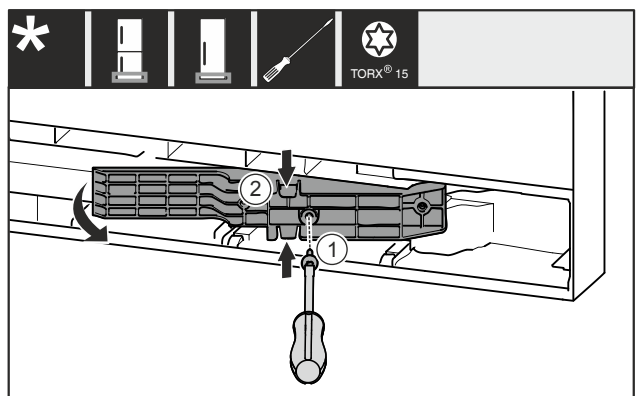

Fig. 22 *
- ▶ Távolítsa el a csavart Fig. 22 (1)*.
- ▶ Finoman nyomja össze az illesztődarabot Fig. 22 (2) alul és felül, és húzza ki.*